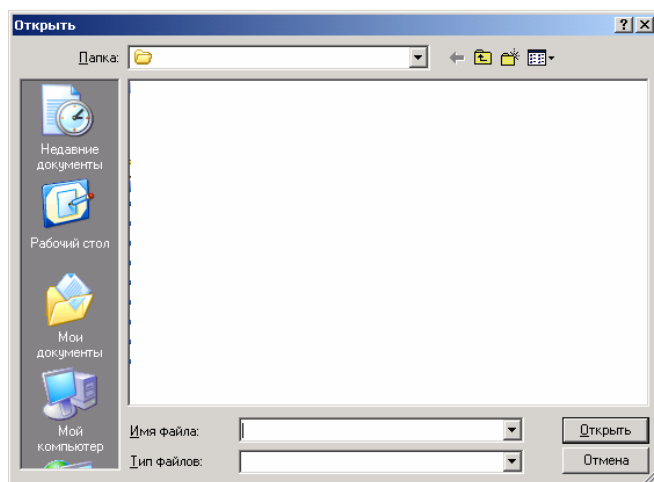

Рис.38
- **Кнопка «Из файла».** Загружает из открываемого файла информацию в таблицу «Данные квартир» и область «Квартирные ключи». Нажатие кнопки вызывает стандартное окно открытия, в котором указывается имя загружаемого файла и адрес его размещения (рис.38).